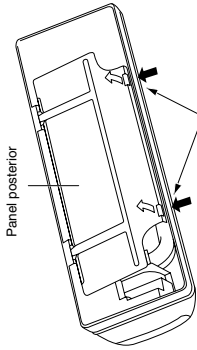

Fig. 3-2
- (2) Presione las 2  $\Delta$  marcas de la cubierta del bastidor y desconecte las lengüetas fijas de la estructura. (Fig. 3-2)